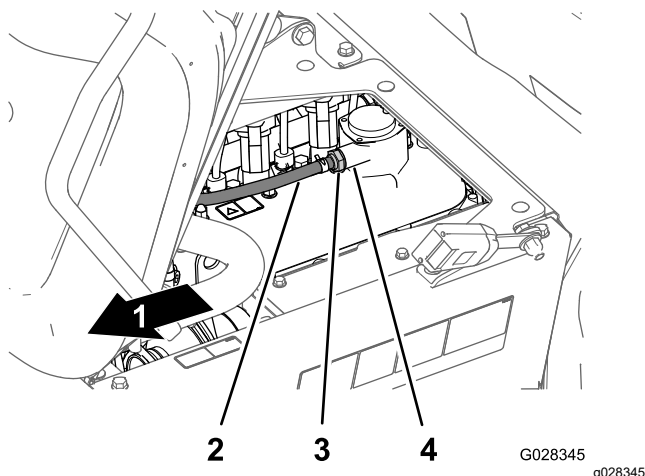

図 113
2. バルブカバーのフィッティングからPCVバルブを取り外す 図 113。
注 バルブ内部にあるレストリクタがカラカラと音を立てる場合は継続使用可能。バルブを振っても中から音がしない場合は PCV を交換する 図 113。
4. バルブカバーのフィッティングの一番奥までPCVバルブを押し込む 図 113。